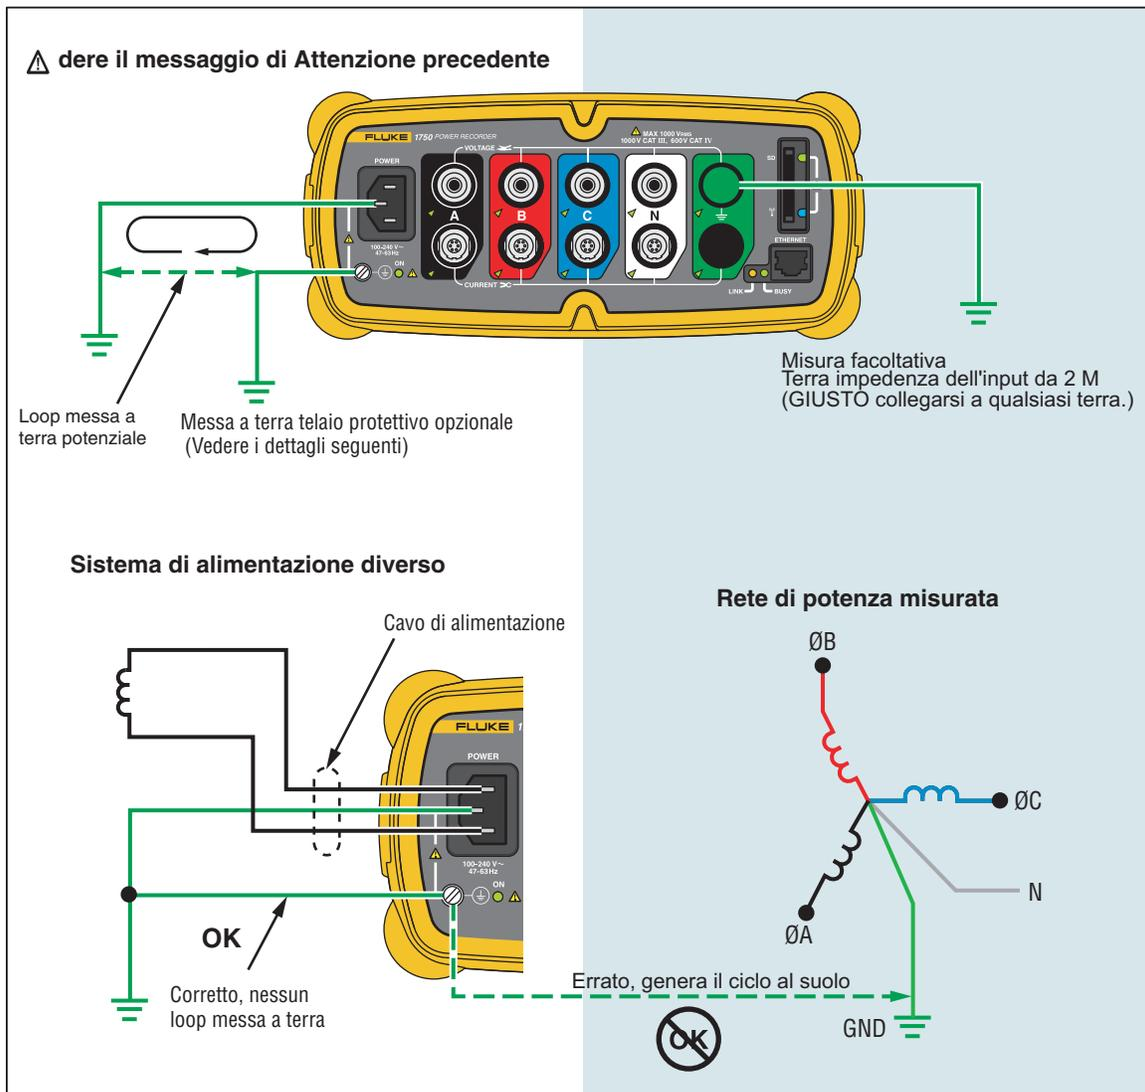

Figura 3. Connessione del terminale di terra supplementare
③	Cinque ingressi di misurazione della tensione
④	Memory card SD (Secure Digital) mobile per il trasferimento di dati in grandi quantità. La scheda può essere rimossa dal registratore, inserita nel PDA per trasferire i dati al PC mediante la funzione di sincronizzazione dei dati del PDA. È inoltre possibile utilizzare un lettore di schede SD USB.
⑤	Indicatore di stato SD Lampeggiante verde Lettura scheda SD in corso: non rimuovere la scheda Lampeggiante arancione Scrittura su scheda SD in corso: non rimuovere la scheda Spento Nessuna operazione in corso su scheda SD: è possibile rimuovere la scheda senza problemi
⑥	Indicatore di stato del controller wireless Lampeggiante Controller wireless in comunicazione Off Non attivo
⑦	Porta Ethernet. Il protocollo TCP/IP via Ethernet viene utilizzato per collegare il registratore a un PC per scaricare i dati registrati e per configurare il registratore quando non si utilizza il PDA. Questo è il metodo consigliato per il trasferimento dei dati, data la sua velocità e affidabilità.
⑧	Indicatore di occupato Lampeggiante Rete occupata
⑨	Indicatore di collegamento Spento Nessun collegamento Fisso Collegamento presente Lampeggiante In comunicazione con il PC
⑩	Terminali di misurazione corrente (5)
⑪	Indicatore di corrente Fisso Sonda amperometrica nell'intervallo normale Lampeggiante > 110% dell'intervallo sonda, utilizzare un intervallo sonda più alto Spento Corrente insufficiente per la misurazione
⑫	LED di alimentazione Verde fisso Alimentazione di ingresso CA normale, strumento non avviato o bloccato Verde/arancione lampeggiante Registrazione in corso Rosso lampeggiante Registratore alimentato dall'UPS
⑬	Terminale di terra Se il terminale di terra supplementare e la massa sicurezza del cavo di linea vengono messi a massa su potenziali diversi, si crea un circuito di terra che può danneggiare il registratore. Per evitare che ciò accada, utilizzare il terminale di terra supplementare solo quando il cavo di alimentazione di linea è sprovvisto di messa a terra di protezione. Qualora sussista la possibilità che la connessione di terra di sicurezza sia presente sull'attacco del cavo di alimentazione di linea, fare attenzione a collegare il terminale di terra supplementare soltanto al sistema di terra utilizzato dalla presa CA che alimenta il registratore. Vedere Figura 3.